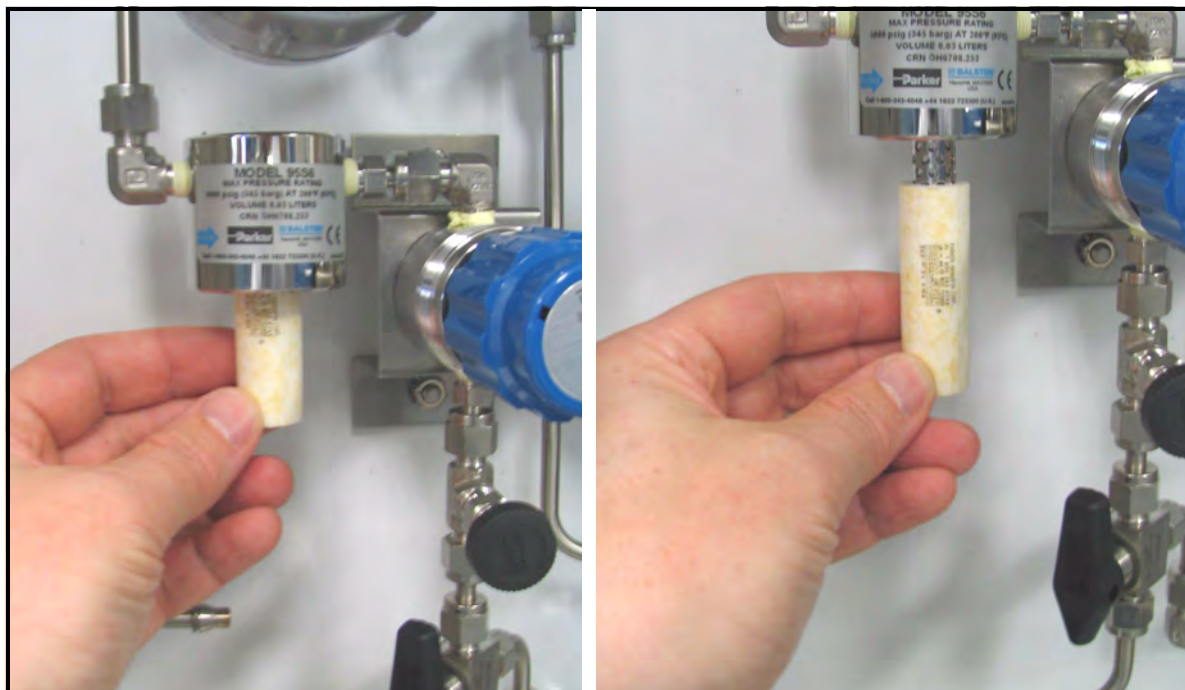

Figura 83: Rimozione dell'elemento filtro/fusore
5. Rimuovere il precedente elemento filtro/fusore (vedere la Figura 83).